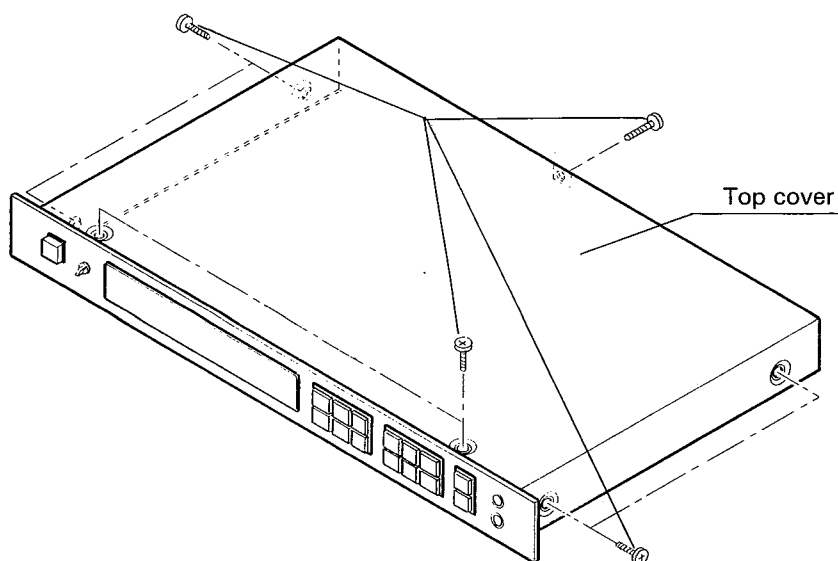

Fig. 1
(Refer to Fig. 1)
- ネジ① (3×8 バインド小ネジ) 7本を外します。 (Fig.1 参照)